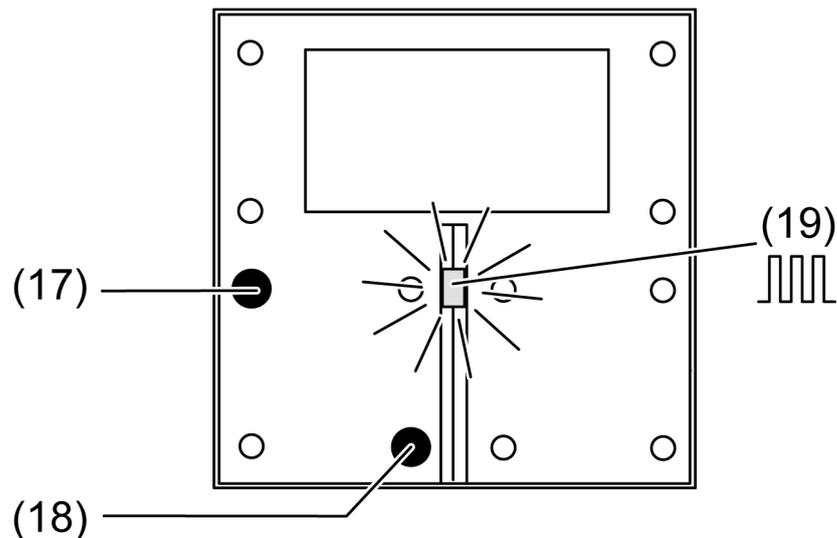

Figura 4: Activación del modo de programación
- Activar el modo de programación: pulsar y mantener pulsado el pulsador (17) (véase figura 4). A continuación pulsar el pulsador (18). El LED de funcionamiento (19) parpadea rápidamente.
- Programar la dirección física. El LED de funcionamiento (19) vuelve al estado anterior (apagado, encendido o parpadeo lento).